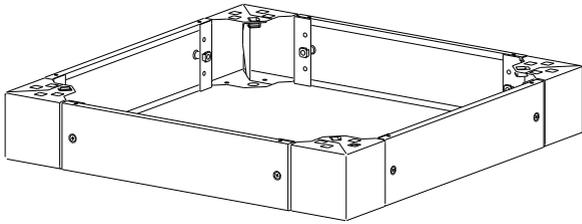

Рисунок 7
4.3.4 Повторить действия, указанные в 4.3.3 для каждой панели. Параллельные панели должны быть равной длины (рисунок 7).